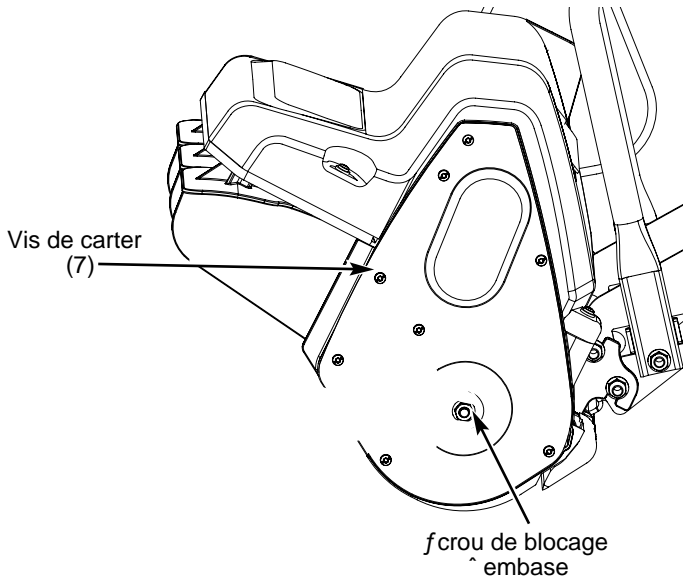

Fig. 9
1. Enlevez l'écrou de blocage à l'embase du carter de courroie à l'aide d'une clé ou d'un tourne-écrou (Fig. 9).
2. Retirez les sept (7) vis, qui retiennent le couvercle du boîtier de la courroie, à l'aide d'un tournevis à lame plate ou d'une mèche no. T20 Torx (Fig. 9).